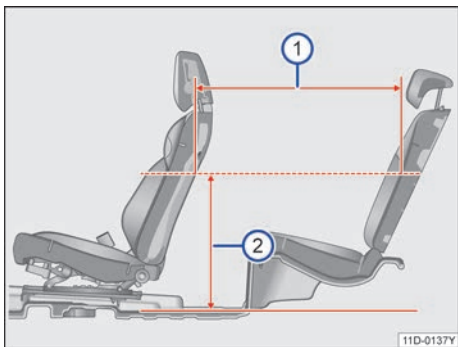

图 70 座间距
当前排座椅前后位置：座椅最后往前滑动 125mm，靠背角为（ $19^{\circ}$ ），高度位于座椅最低向上调节 37.5mm 位置；后排座椅位于设计位置时，在距离地板位置 620mm 处→图 70②，座间距为 836mm→图 70①。